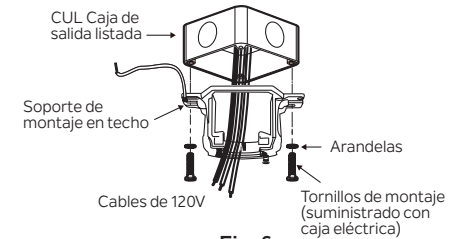

Fig. 6
Paso 3. Pase los cables de alimentación de 120 voltios desde la caja de salida del techo a través del centro del soporte de montaje del techo. (Fig.6)
Paso 4. Fije el soporte de montaje del techo a la caja de salida utilizando los tornillos y arandelas incluidos con la caja de salida. (Fig. 6)